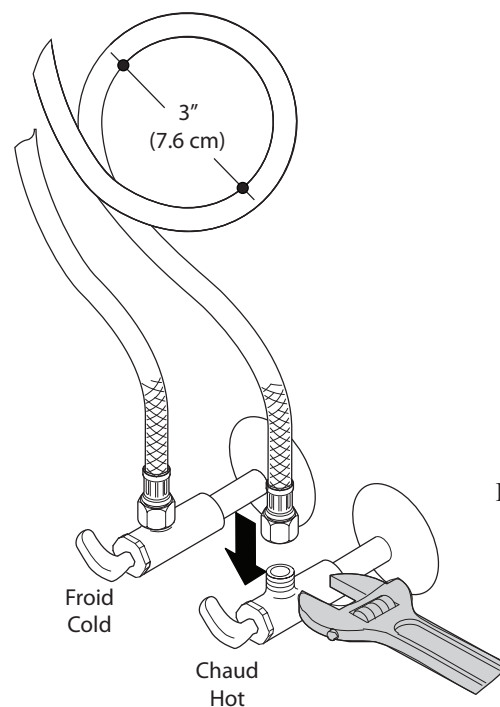

Fig. 4.1
Connecter et serrer fermement les **tuyaux d'alimentation** du robinet à l'aide d'une clé à molette. Le tuyau identifié de bleu se connecte à l'arrivée d'eau froide et le rouge à l'arrivée d'eau chaude. (fig. 4.1)
*Connect and firmly tighten the **supply hoses** of the faucet using an adjustable wrench. The blue supply hose must be connected to the cold male connection and the red one to the hot male connection. (fig. 4.1)*